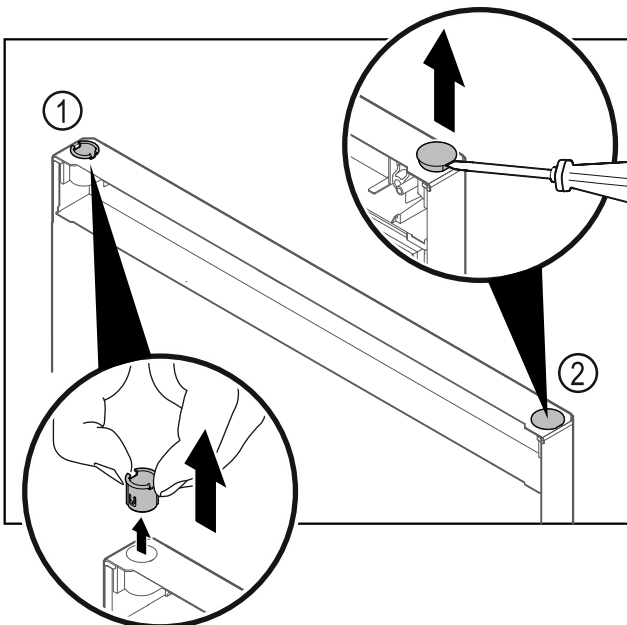

Fig. 30
- Dra ut gångjärnsbussningen Fig. 30 (1) med fingrarna.
- Lyft försiktigt upp täckpluggen Fig. 30 (2) med en spårskruvmejsel och dra ut den.